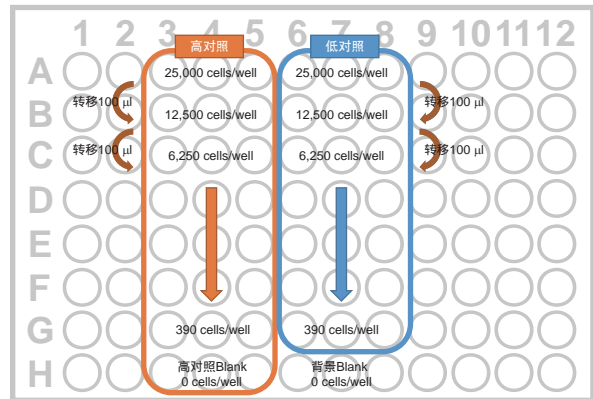

图2 预实验96孔板细胞梯度配置例
- 3) 如图2所示，向96孔板中A行 (高对照和低对照各3个孔) 加入100 μ l细胞悬液后，用多通道移液器按1/2比例用培养基稀释成一个系列细胞梯度。